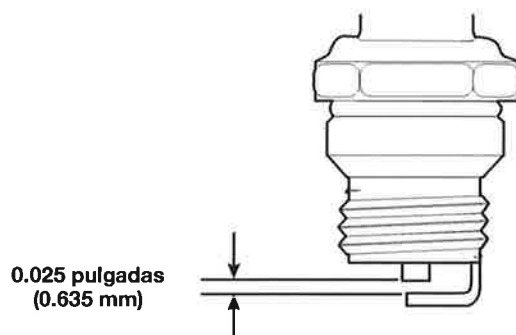

Fig. 32
4. Use un calibrador de hoja para ajustar abertura de la bujía a **0.025 pulgadas (0.635 mm)** (Fig. 32).